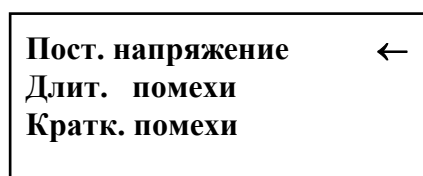

Рис.4
7.3. При выборе режимов «**Постоянное напряжение**» и «**50Гц**» на дисплее появляется меню (см. **рис.4**), в котором можно дополнительно выбрать длительный или кратковременный режим подачи помех.